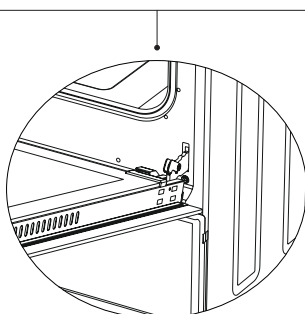

Figure 20.2
2. Ouvrez la charnière le plus possible, comme le montre la Figure 20.2. Placez les deux charnières reliant le four à la porte dans la même position.